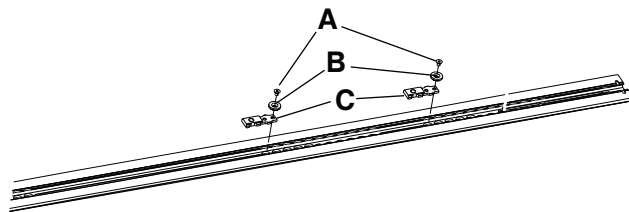

Рисунок 1 – Фиксация крепежной вставки напольной пластины
2. При использовании комплекта ручек с вставками (6390-041-000) пользуйтесь шестигранным ключом 5/32 дюйма для установки винта с потайной головкой (0001-194-000) (A) в крепежную вставку под основание (6390-001-110) (B) для фиксации крепежной вставки напольной пластины (6390-101-108) (C) (Рисунок 1).